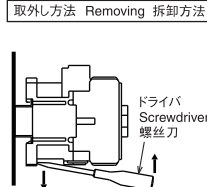

Fig.4
- (4) 取付穴が4ヶ所ある場合は、対角線の2ヶ所で取付けてください。(Fig.4)
mounting holes on a diagonal line. (Fig.4)